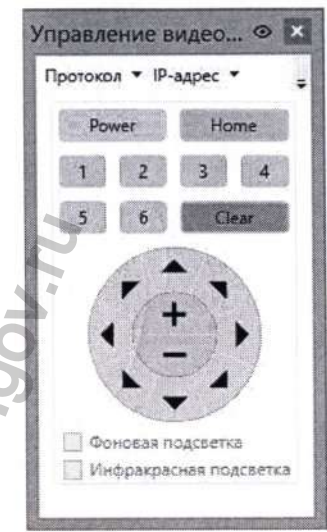

Рис. 16. Управление положением и оптическим увеличением видеокамеры
12. Для управления положением и оптическим увеличением видеокамеры воспользуйтесь командой меню **Видео|Управление видеокамерой** (рис. 16).